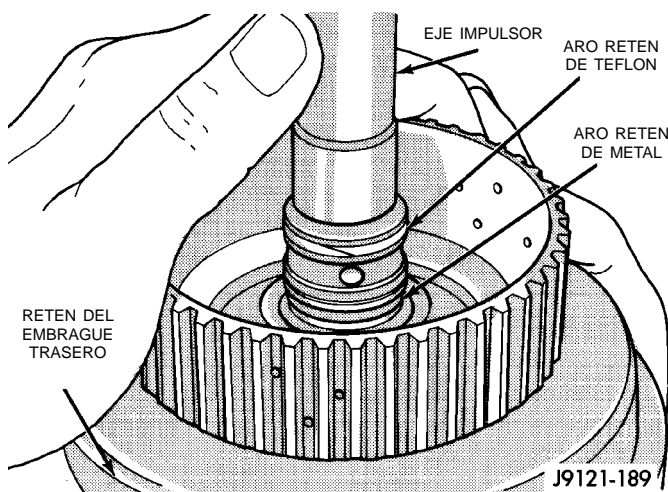

Fig. 127 Localización del aro retén del eje impulsor
(11) Verifique el aro retén en la maza del retén del embrague trasero y los aros retén en el eje impulsor (Fig. 127). Asegúrese también de que los aros retén del eje estén instalados en la secuencia que se muestra.